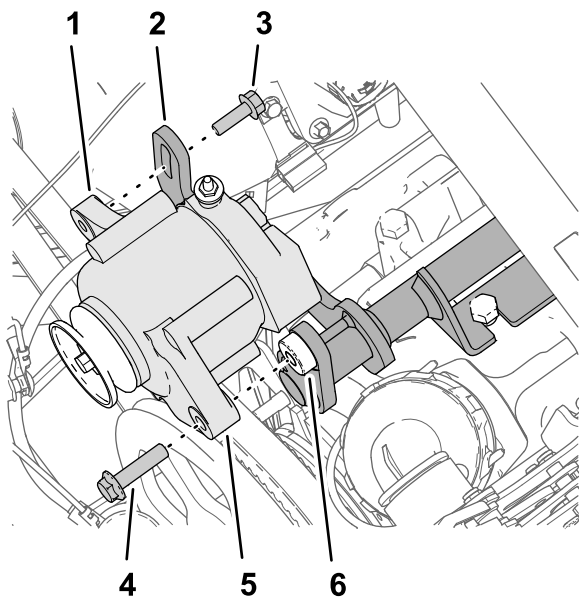

Figura 181
1. Monte o alternador (60 A) na saliência roscada do suporte do alternador (Figura 181) com o parafuso de cabeça flangeada (⅜ pol. x 1½ pol.).
- Instale a flange roscada do alternador na flange ranhurada do suporte do alternador (Figura 181) com o parafuso de cabeça flangeada (8 x 25 mm).